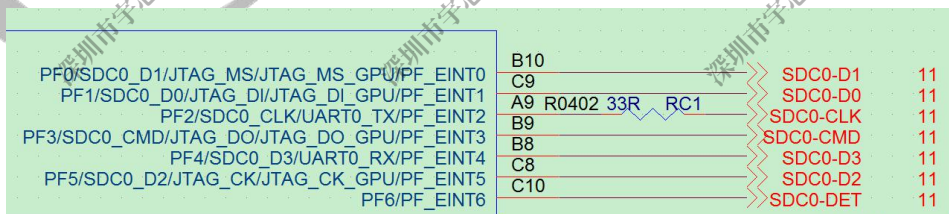

图 2-25 SDC0-CLK 串联电阻
- CLOCK 脚不需要上拉电阻，需在靠近主控端串联 33 欧电阻；如图 2-25 所示。若并联电容，容值不得超过 15pF。